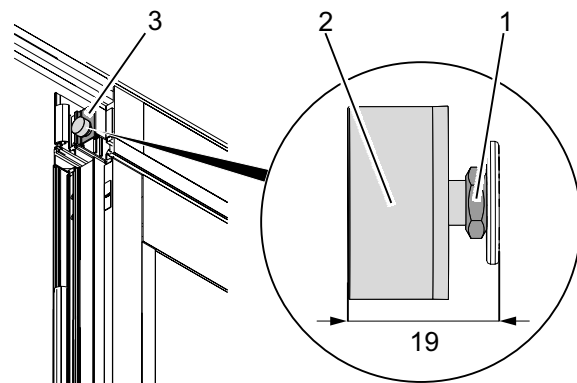

Abb. 20: Flügel seitlich ausrichten
Der Seitenabstand der Flügel wird über Gummipuffer (Abb. 20/2) eingestellt. Der Seitenabstand zwischen zwei Flügeln (ohne Bürsten) beträgt ab Werk  $5 \pm 2$  mm. Um diesen Abstand zu erreichen, liegt zwischen Oberkante des Gummipuffers (Abb. 20/2) und dem Kunststoffsteg (Abb. 20/3) einen
2. Gummipuffer über die Mutter (Abb. 20/1) einstellen, bis zwischen Oberkante des Gummipuffer und dem Kunststoffsteg (Abb. 20/3) ein Abstand von 19 mm besteht.